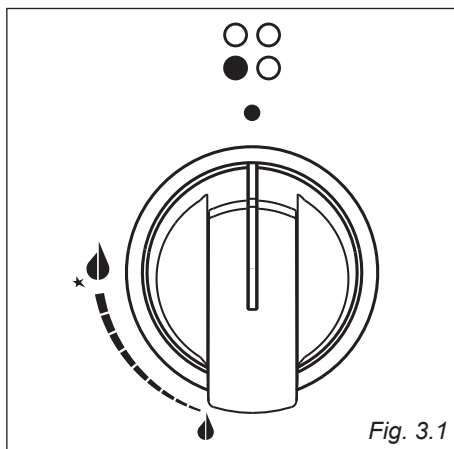

Fig. 3.1
- Sganciare il coperchio della morsettieria inserendo un cacciavite nei due agganci "A" (fig. 3.1).
L'afflusso del gas ai bruciatori è regolato da un rubinetto valvolato comandato dalla manopola di fig. 3.1.
- √ L'accensione elettrica è incorporata nelle manopole dei bruciatori e si identifica per il simbolo ★ vicino al simbolo  (fig. 3.1).